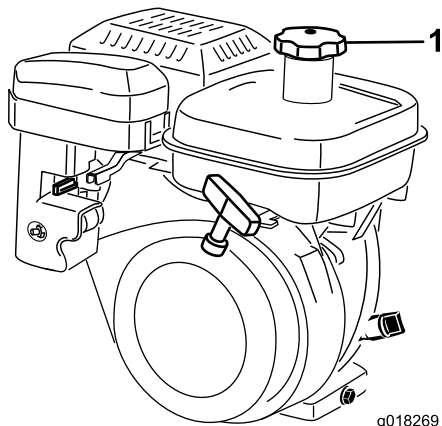

图21
1. 清理燃油箱盖附近的区域，从油箱上取下盖子（图21）。请使用无铅汽油，加油时，油位不得超过滤网的底部。切勿过量加油。